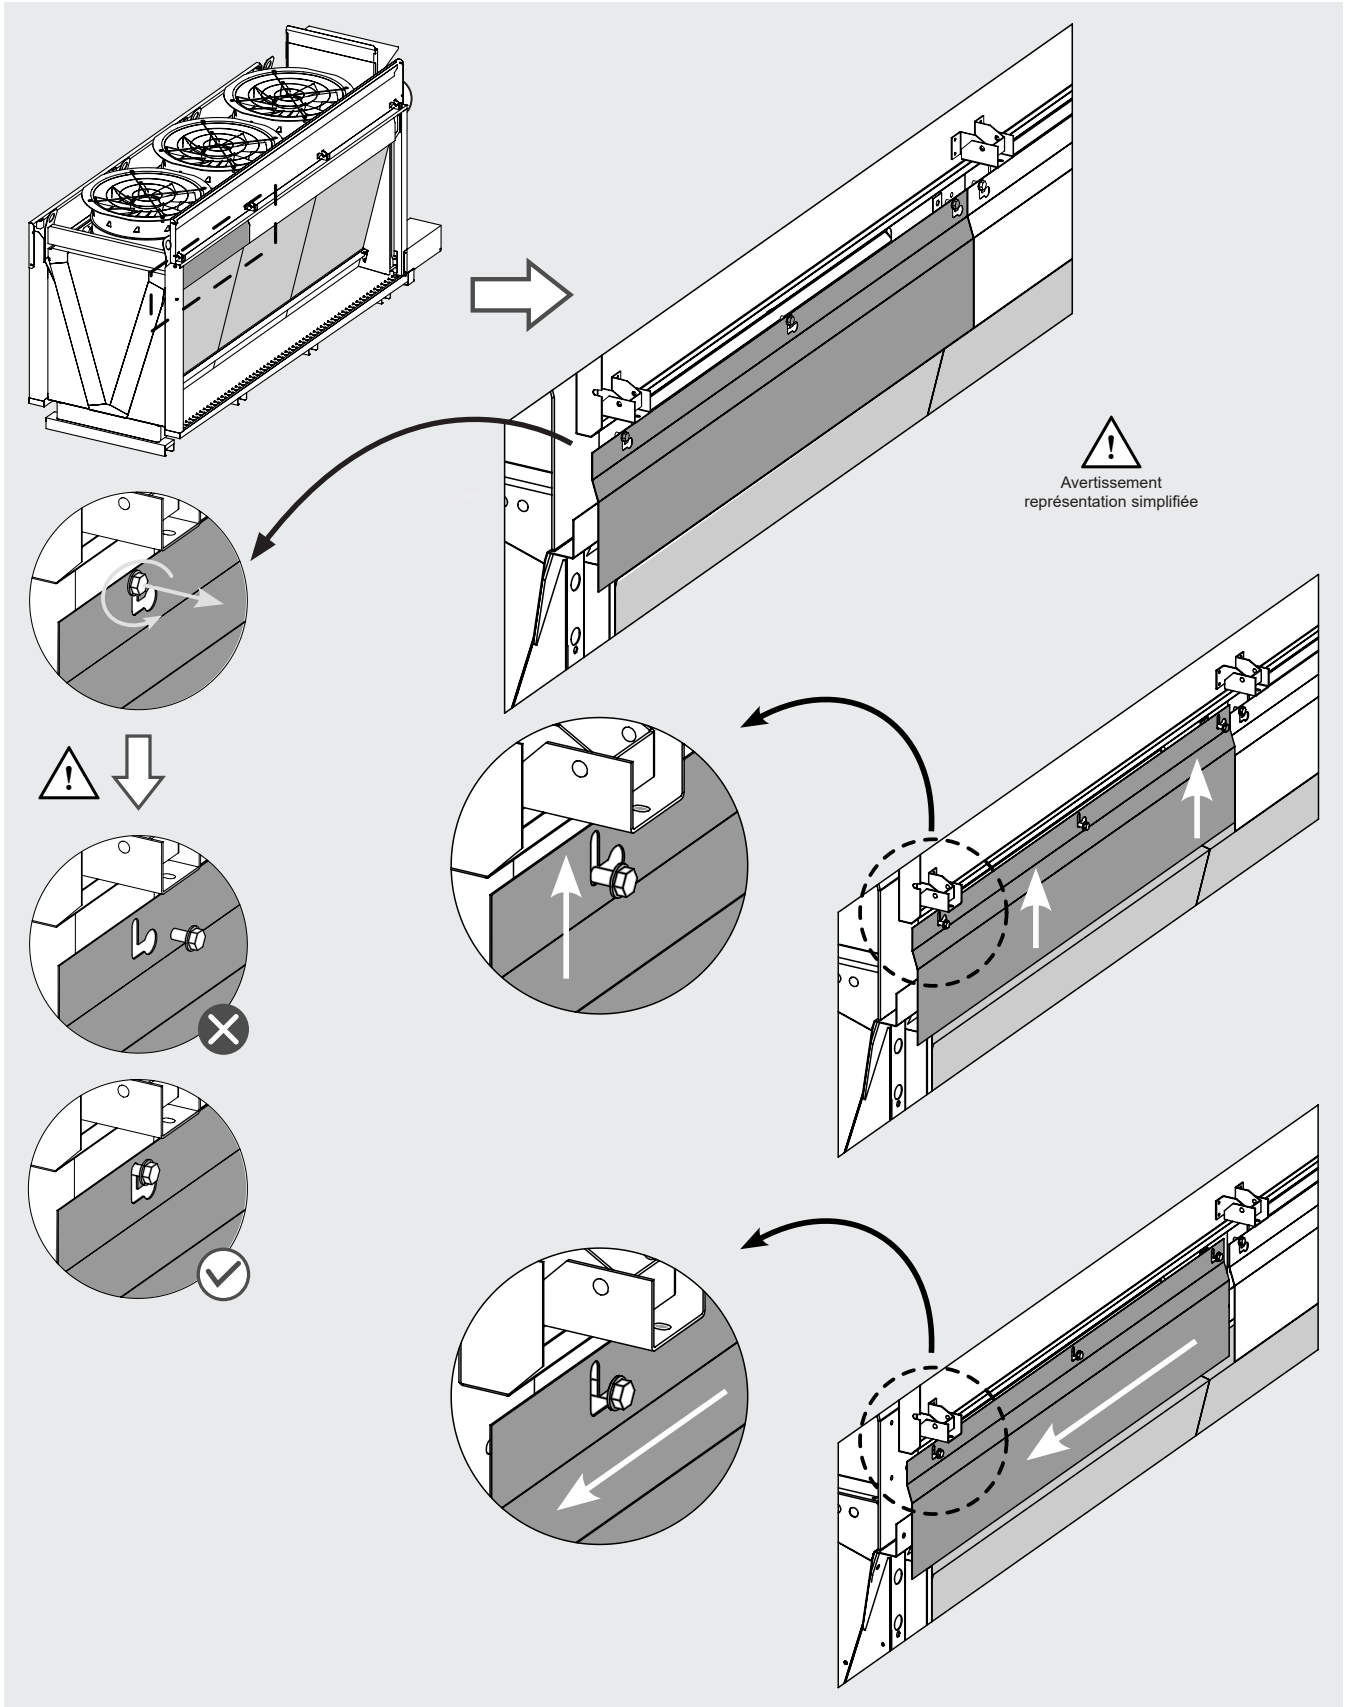

Figure 20
- 12.9.13 Desserrer les vis (b) qui maintiennent le couvercle (5) et (6) en place sans les enlever complètement. Voir la Figure 20.